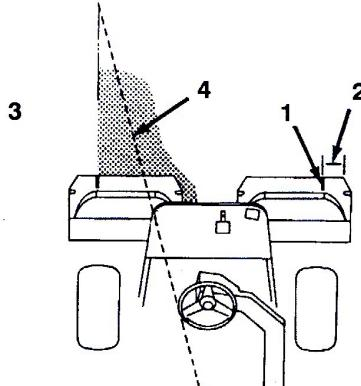

図40
- 行きと帰りでのオーバーラップができるだけ小さくなるように運転します。隣の列との距離を一定に保って直進するには、本機の前方約1.8~3mを視野に捕らえておくのがポイントです(図40, 25)。ハンドルを目印にして距離を合わせても良いでしょう。その場合、ハンドルの縁と本機前方の目標ラインとを重ねて見ながら運転します。